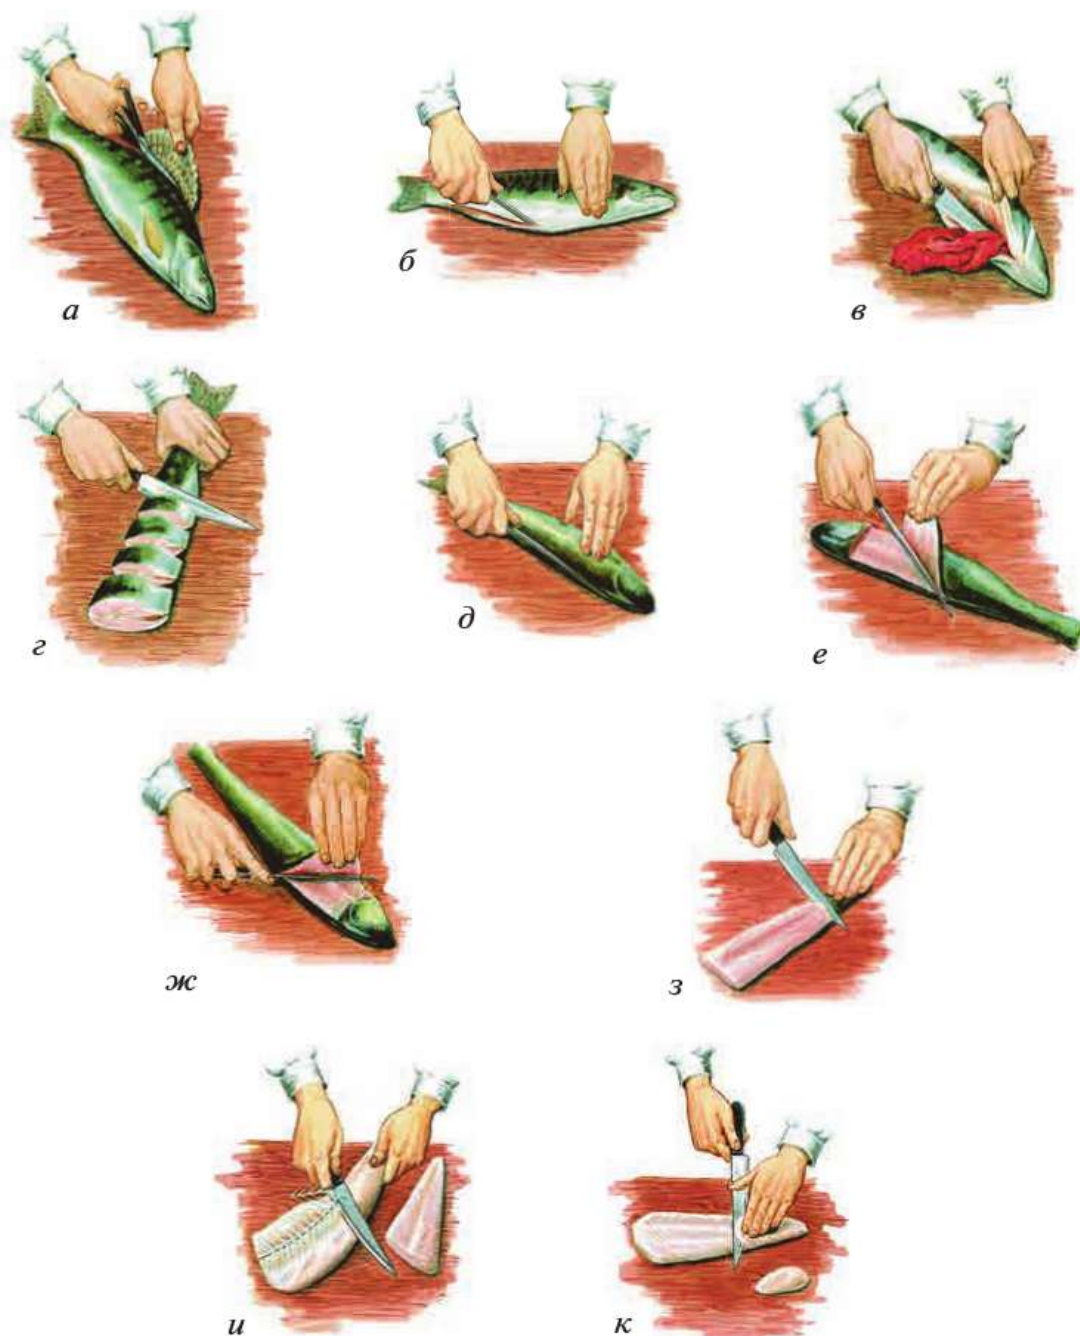

Рис. 7.6. Кулинарная разделка рыбы для филе:
1. Удалите плавники специальными ножницами (рис. 7.6, а). Спинной плавник вырежьте, придерживая рыбу за хвост левой рукой: острым ножом с обеих сторон плавника сделайте надрезы, взявшись за плавник правой рукой или прижав плавник к разделочной доске, выдерните его резким движением от хвоста к голове. Остальные плавники обрежьте ножом.
3. У очищенной от чешуи рыбы разрежьте брюшко (рис. 7.6, б). Нож следует передвигать от хвоста к голове, начиная с анального отверстия. Затем с помощью ножа осторожно, чтобы не повредить желчный пузырь, удалите внутренности (рис. 7.6, в). Выпотрошив рыбу, прорежьте плёнку, смойте скопившиеся под ней сгустки крови, а затем отрежьте голову. Этапы удаления плавников, головы, потрошения могут меняться в зависимости от вида рыбы.
5. Подготовленную рыбу можно разрезать на порционные куски (рис. 7.6, г). Если рыбу готовят для варки, то кожу на каждом из порционных кусков прорезают в нескольких местах, чтобы они не разваливались. Если предстоит жарить рыбу или припускать рыбное филе, то при разрезании тушки нож располагают под углом 30°, что делает куски более широкими.
Крупную рыбу после промывания *пластуют*, т. е. разрезают вдоль по позвоночнику пополам, удаляют позвоночную кость и рёберные кости, получая *филе* (рис. 7.6, д—к). Пластуют в следующем порядке (сна-